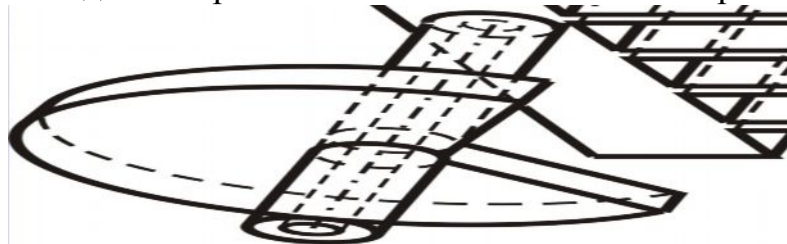

Рис.43. Завершенный элемент соосного отверстия
8. Щелкните по  для завершения элемента соосного отверстия (рис.43.).